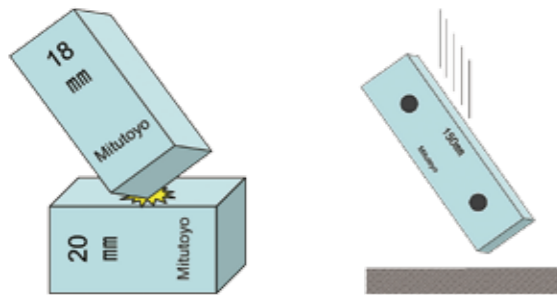

图1
1. 量块之间相互碰撞或掉落时(图1)，有时会产生毛刺、发生弯曲，导致精度发生变化，使用时请注意。